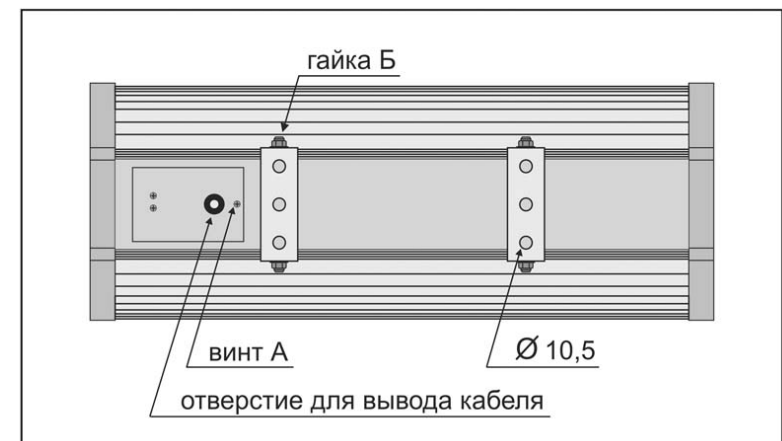

рис.1
2. Откройте расположенную на задней панели монтажную крышку для подключения сетевого кабеля, выкрутив крепежный винт А (см. рисунок 1).
- Коричневый провод – фаза (L),
- Синий провод – ноль (N)
6. Открутив четыре гайки крепления Б (рис. 1), снимите со светильника два монтажных кронштейна и надежно закрепите кронштейны на место установки светильника.